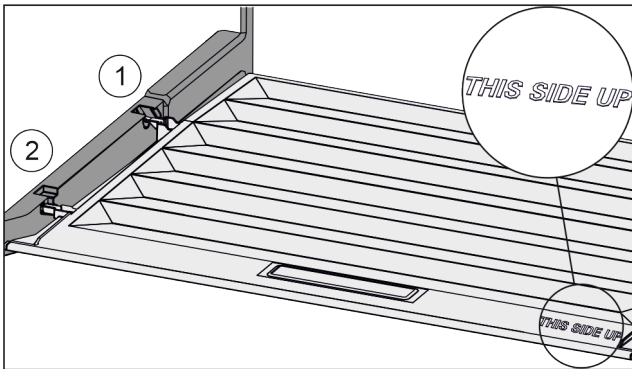

Fig. 75
- ▶ Výstupky veka zaveďte cez otvor zadného držiaka Fig. 75 (1) a zaistite vpredu v držiaku Fig. 75 (2).